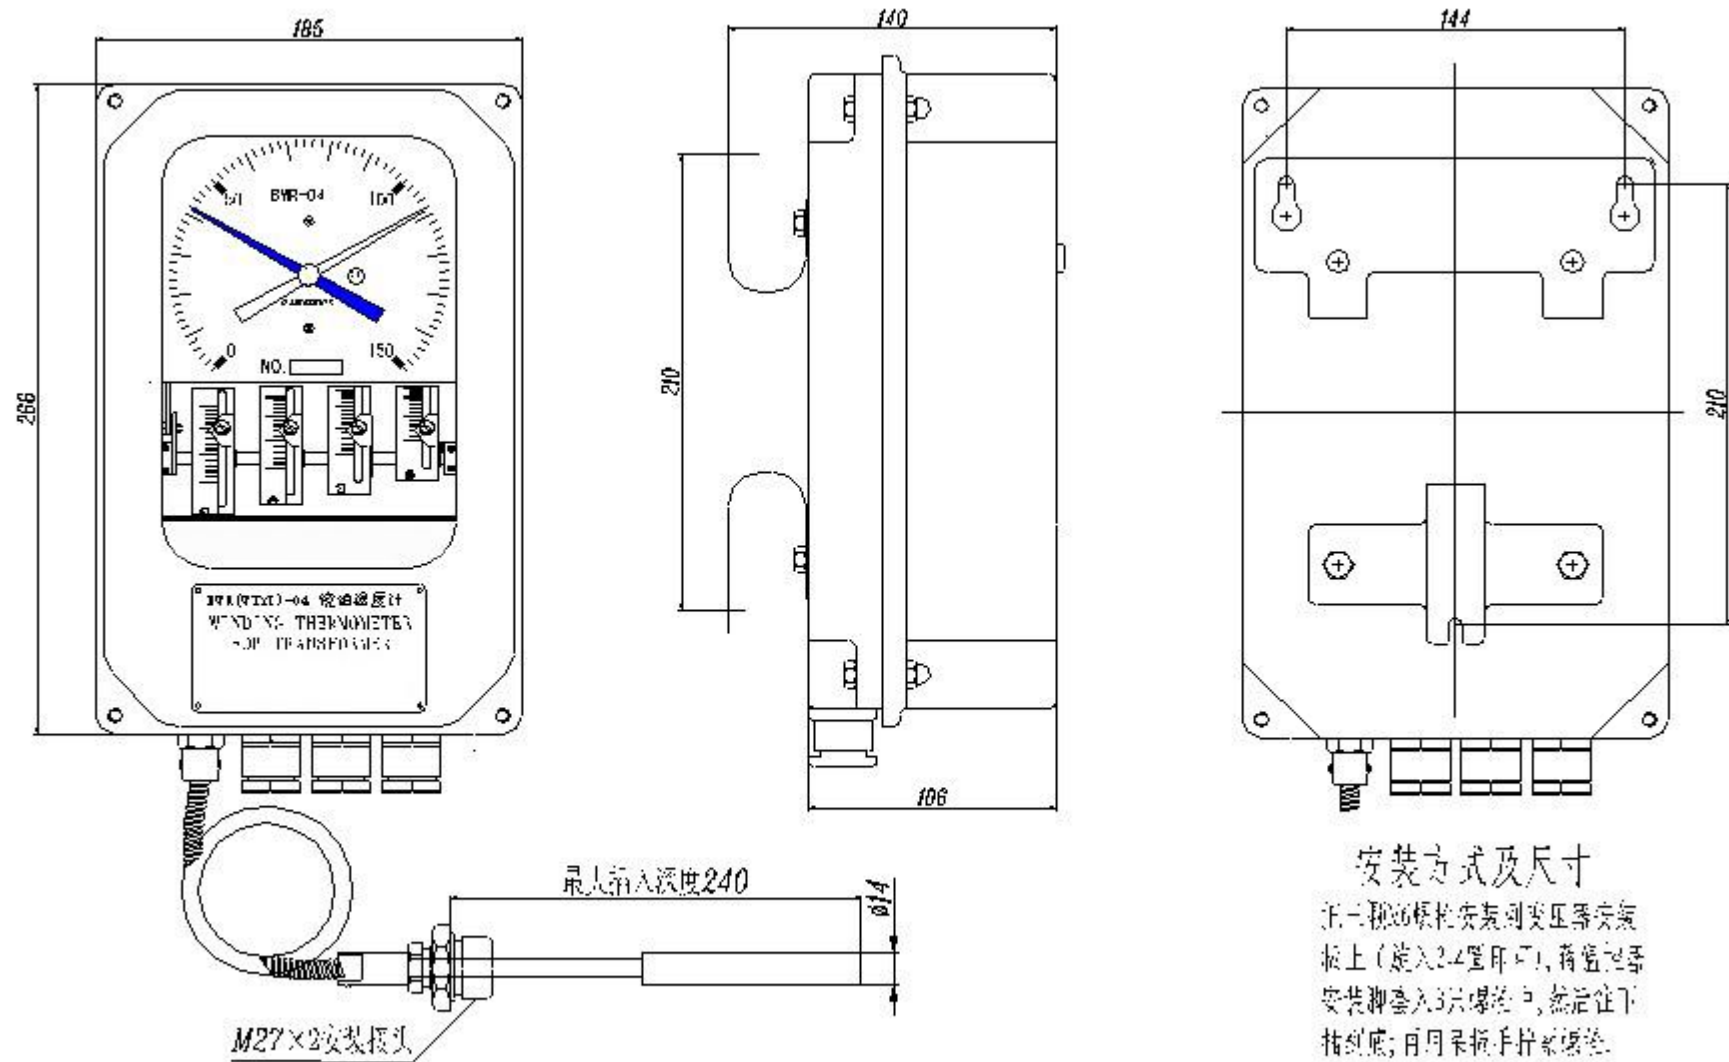
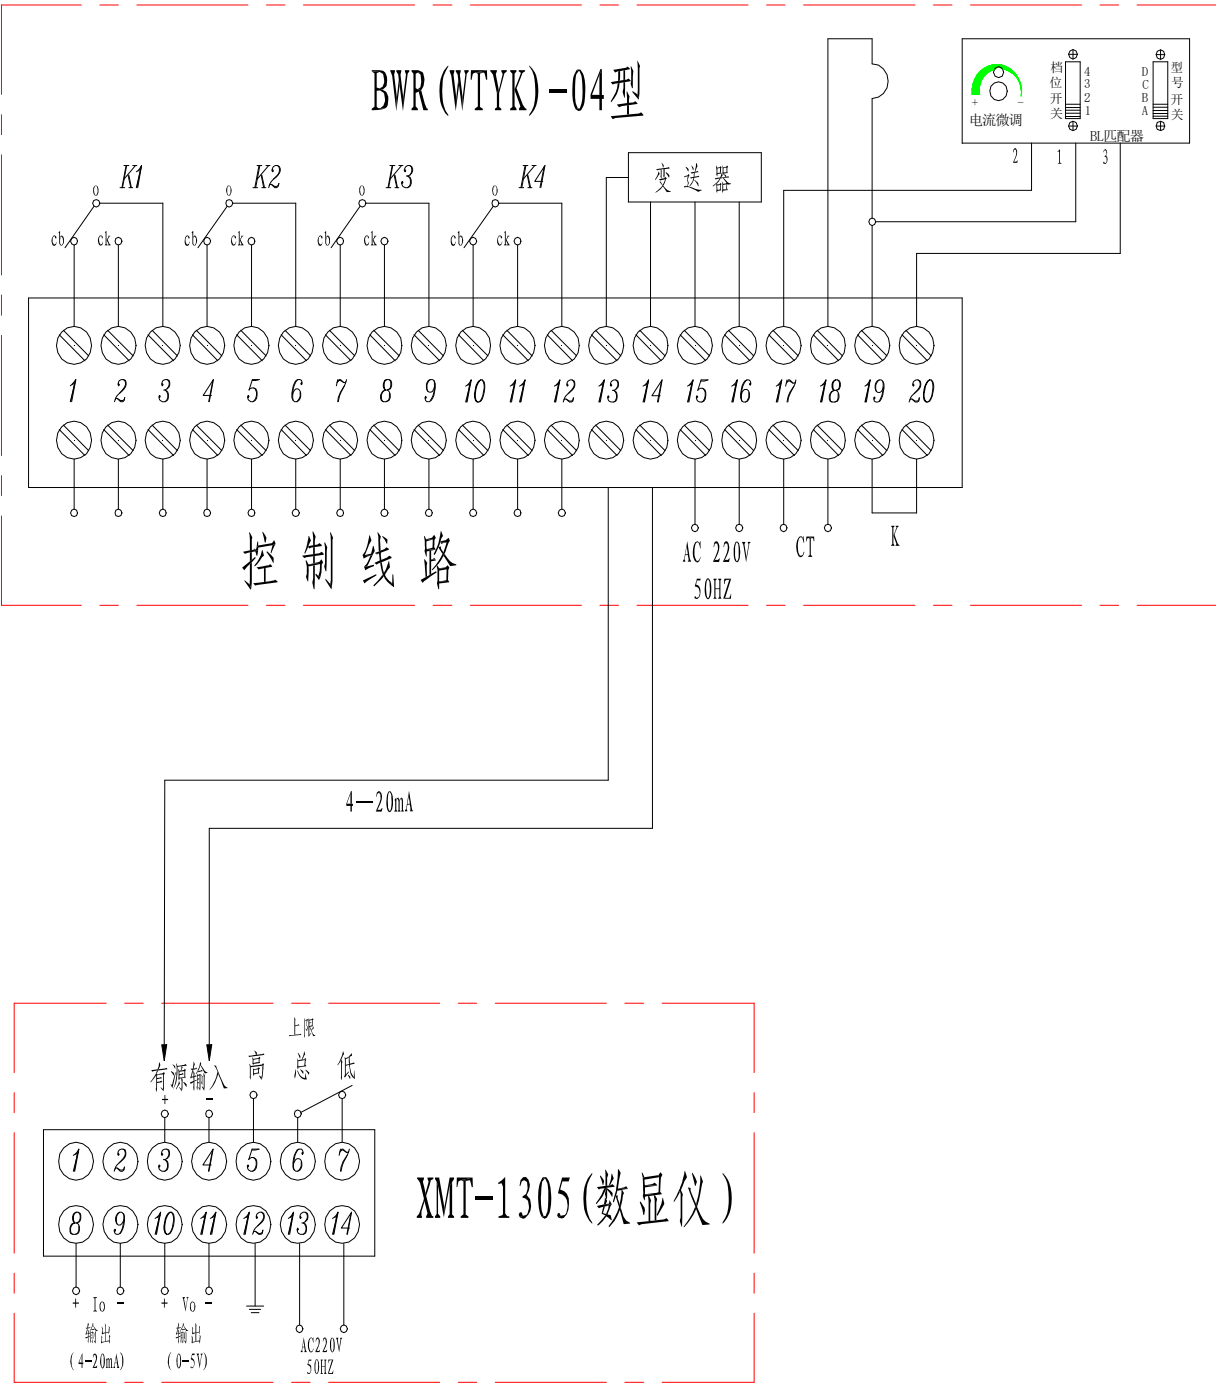

图 4 BWR-04 结构温控器外形及安装尺寸图
图 8 (b) 带 XMT-1305
- 安装尺寸：如图 8 所示，安装开孔尺寸：76±1×152±1。
如图 8 所示 1s 为 BWR (WTYK) -04 型绕组温度计的工作电流，因每台油浸式变压器的 CT 额定输出电流都可能不同，线圈与油温差也可能不同，不同的温差值需要不同值的工作电流 1s 进行模拟。交流器出厂前，已根据 CT 额定输出电流 5A，绕组对油温平均温升 $\Delta T=20K$ ，将交流器工作电流 1s 整定在 1.0A，用户使用的场合如不符合上述参数时，在使用前应先进行工作电流 1s 整定，具体操作步骤如下：
① 拧松外壳 M6 螺栓，打开表盖，将 19 和 20 端子之间的短路线摘掉，(19、20 号端子是为校验 1s 电流值专用)，按图 8 接线。
② 查阅电力变压器的说明，变压器额定电流和电流互感器的变化，得出电流互感器 CT 二次额定电流值 I_p ，例如：变压器的额定电流 500A，CT 的变化为 500：5， $I_p=500/(500/5)=5A$ 。
③ 根据电流匹配器技术参数表选定电流匹配器型号，并将电流匹配器型号开关拨至对应型号位置，例如 $I_p=5A$ 为 BL-A 型，则把型号开关拨至 A 位置。
④ 查阅电力变压器的说明书，得出变压器绕组对油温升值 ΔT （也可向变压器制造厂索取此值），例如查的 $\Delta T=20^{\circ}C$ 。
⑤ 再根据电热元件温升特性图查出 $I_s=1A$ ，如图 4 所示。
⑥ 按公式 $I_s:I_p=1:5=20\%$ ，由变压器技术参数表查得档位开关为 3，则将接档位开关拨至 3 号位置。
⑦ 接通电源，调整调压器使输入电流 I_p （电流表 A_1 的指示值）等于 CT 二次额定电流值。例如 $I_p=5A$ 。
⑧ 调整电流匹配器上的电流调节器，使得 $I_s=1A$ （电流表 A_2 的指示值）。
⑨ 校验完毕后，请将 19、20 端子按原样连接好。